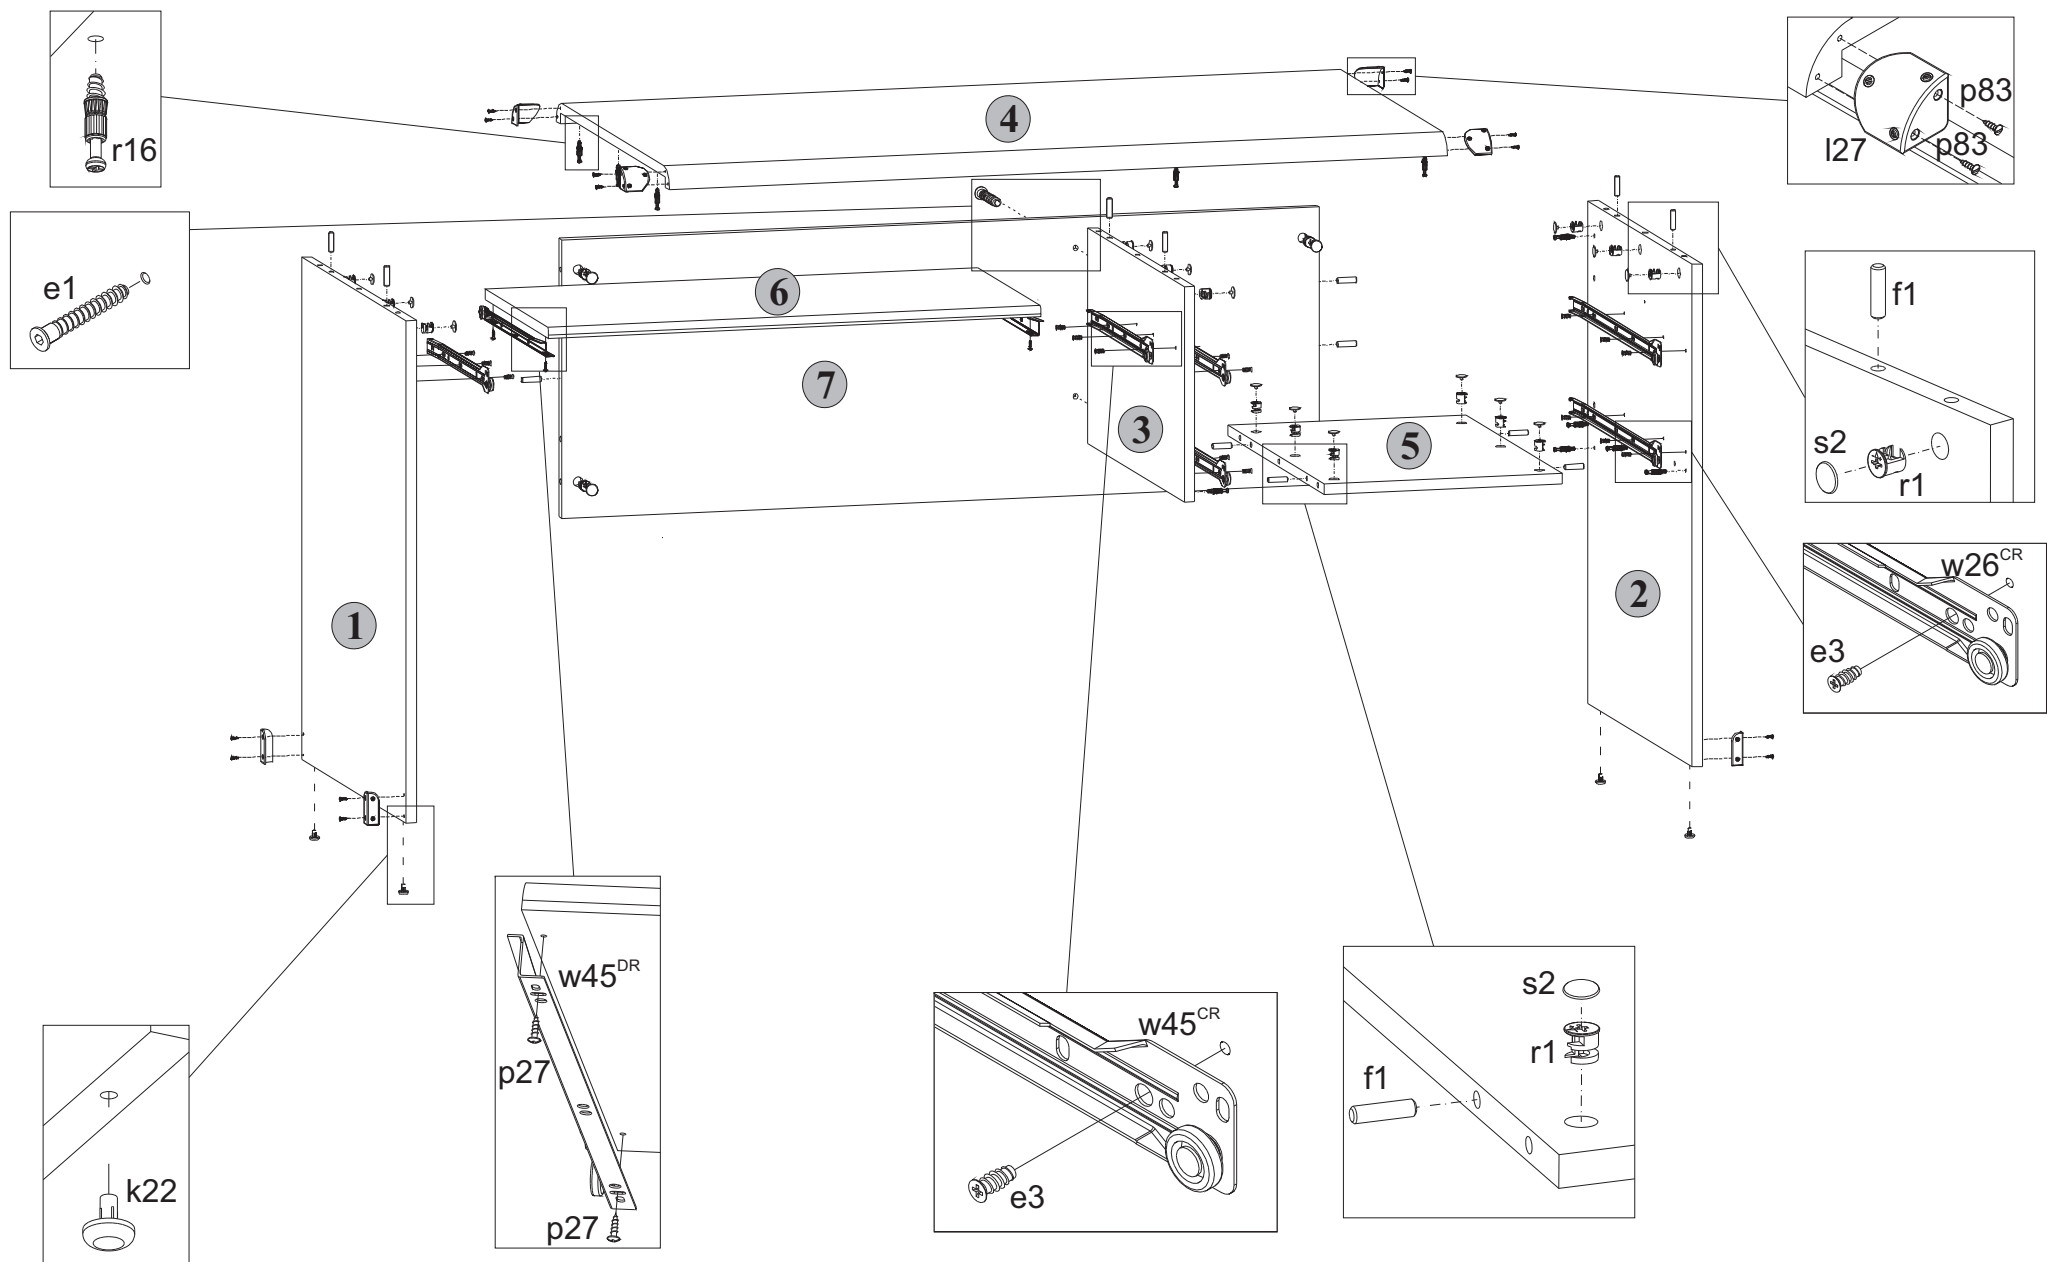

Рис. 2
полимерные **k22** (подпятники) (**см.рис. 2**).
5.10 К шите **7** присоединить детали **2** и **3**. Стянуть детали **2** и **7** стяжками эксцентриковыми **r1**, пользуясь специальным ключом **z1** из комплекта фурнитуры. Стяжки эксцентриковые закрыть заглушками **s2**. Стянуть детали **3** и **7** еврошурупами **e1**, пользуясь специальным ключом **z1** из комплекта фурнитуры. Закрепить головки еврошурупов заглушками **s1** (**см.рис. 2**).
5.12 К стенкам боковым **1** и **2**, а также к стенке средней **3** присоединить щит верхний **4** и затянуть стяжки эксцентриковые **r1**, пользуясь специальным ключом **z1** из комплекта фурнитуры. Стяжки эксцентриковые закрыть заглушками **s2** (**см.рис. 2**).
5.23 К полке выкатной **6** шурупами **p27** закрепить направляющие **w45DL** и **w45DR**, как показано на **рис. 2**.
5.5 В отверстия диаметром 5 мм на нижней поверхности щита верхнего 4, на правой поверхности стенки средней 3 у нижней кромки и на левой поверхности стенки боковой 2 вкрутить винты стяжки r16, пользуясь крестообразной отверткой (см.рис. 2).
5.6 На правой поверхности стенки боковой 1, на правой поверхности стенки средней 3, на левой поверхности стенки боковой 2, на верхней поверхности полки соединительной 5 и на передней поверхности щита 7 в отверстия диаметром 15 мм вставить стяжки эксцентриковые r1 (см.рис. 2).
5.2 В отверстия диаметром 8 мм на верхних кромках стенок боковых 1 и 2, на верхней кромке стенки средней 3, на боковых кромках щита 7, на боковых кромках полки соединительной 5 вбить деревянные шканты f1 (см.рис. 2).